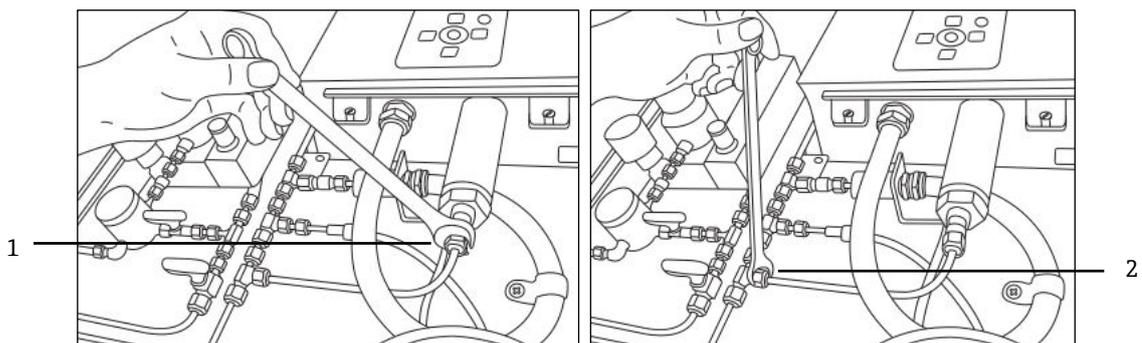

Abbildung 80. Swagelok-Muttern entfernen
3. Mit demselben Schraubenschlüssel die Swagelok-Mutter auf der T-Armatur lösen. Siehe Abbildung 80.